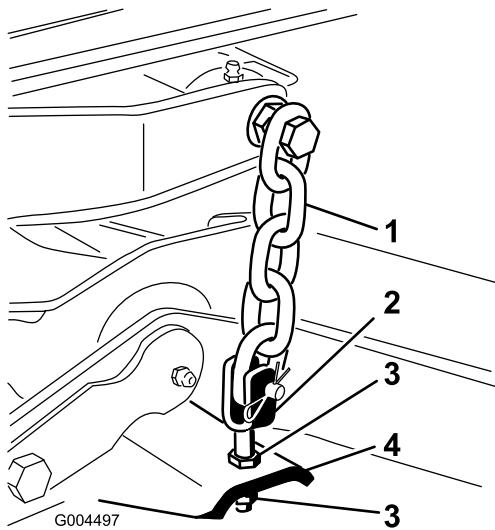

Figura 5
8. Ajuste las contratuerca que fijan las horquillas/cadenas al cortacésped hasta que el cortacésped quede nivelado (Figura 5).
7. Ajuste las contratuerca que sujetan las horquillas/cadenas de la parte trasera del cortacésped (Figura 5) para elevar la parte trasera, hasta que la inclinación de las cuchillas sea de 8 a 11 mm.